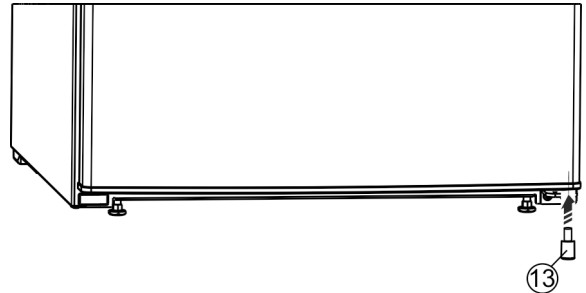

Fig. 11
- ▶ Снова вставьте в дверь распорную деталь Fig. 11 (13) с права внизу – это важно для обеспечения устойчивости устройства.